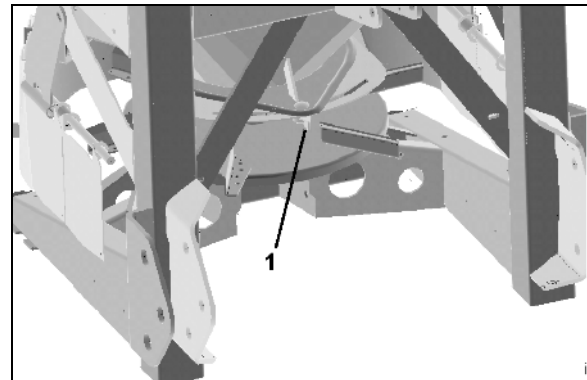

Рис. 34
1. Ослабьте барашковый винт (Рис. 34/1).